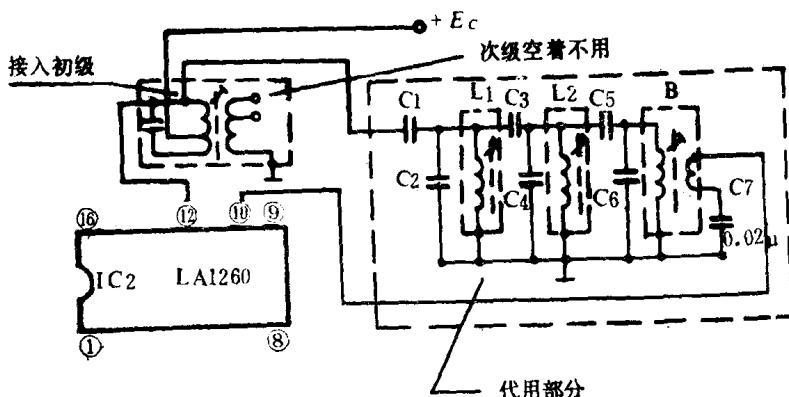

图2 用LC代替后的电路
根据分析，这块陶瓷滤波器主要是为调幅中频465kHz信号选频用的。根据三端陶瓷滤波器的性能，经过反复实验，用LC电路代替取得了成功，见图2。经过试听，效果并不逊色。现将具体方法介绍如下：
1. 元件的选择与制作。图2中L1、L2用TTF-2型废中周骨